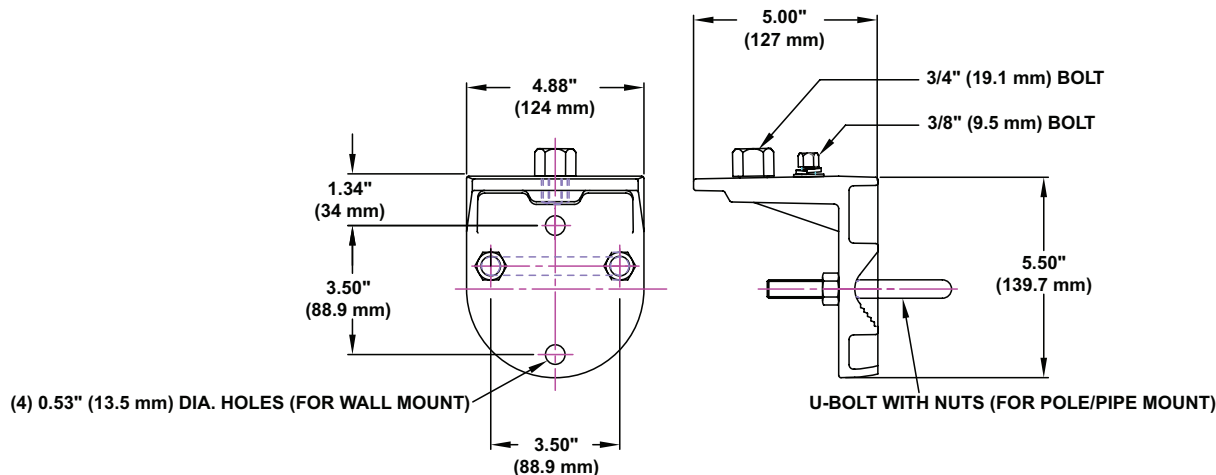

Figure 6: Support de montage sur tube/mural (P/N: G-AM-8-WB)
- Montez le support de montage sur tube/mural sur une surface plane avec le matériel fourni par l'utilisateur ou xez-le à un tuyau ou à un poteau (1 pouce (25,4 mm) à 2-1/2 pouces (63,5 mm) avec des boulons en U et des écrous (fournis). Serrez les écrous pour les immobiliser en position. Voir Figures 6 et 7.